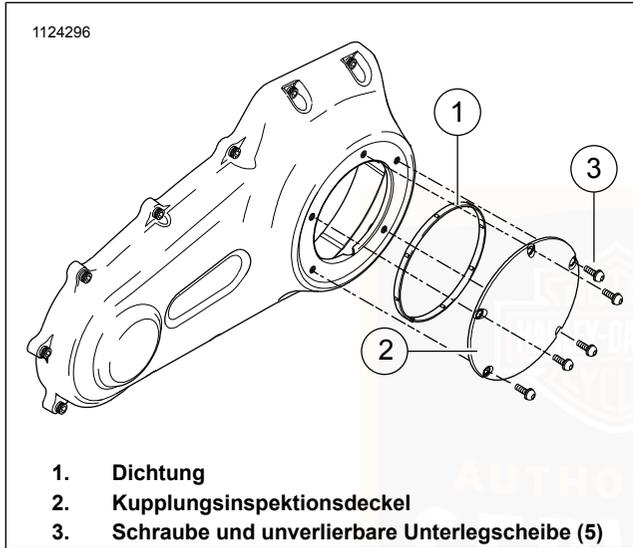
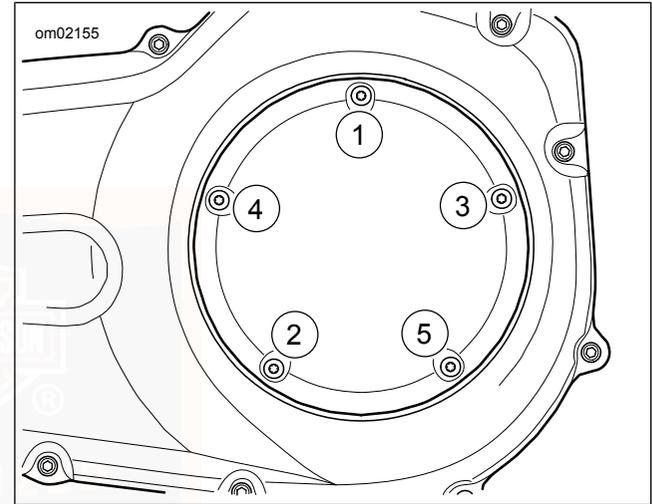

Abbildung 47. Kupplungsdeckel (Typisch)
Abbildung 48. Anzugsreihenfolge für Kupplungsdeckel
7. Siehe Abbildung 47. Die fünf TORX-Schrauben mit unverlierbaren Unterlegscheiben (3) entfernen, um den Kupplungsinspektionsdeckel (2) vom Primärkettengehäusedeckel zu trennen.
8. Die Dichtung (1) ausbauen. Das Öl von der Nut im Kettengehäusedeckel und der Befestigungsfläche abwischen.
- Siehe Abbildung 47. Die **neue** Dichtung (1) in die Nut des Kupplungsinspektionsdeckels (2) einsetzen. Jede Noppe auf der Dichtung in die Nut drücken. Die Noppen halten die Dichtung in der Einbaustellung.
- Die Schraube mit unverlierbarer Unterlegscheibe (3) durch den Kupplungsinspektionsdeckel einsetzen. Vorsichtig in die obere Abdeckungsbohrung einschrauben.
- e. Siehe Abbildung 48. Die Schrauben abwechselnd auf folgendes Drehmoment anziehen: 9,5–12,2 N·m (84–108 **in-lbs**).